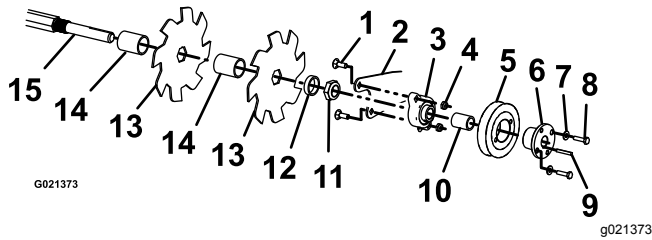

Figura 25
1. Alinee el protector de la correa, los tornillos y los pernos con arandela prensada con los taladros de la chapa lateral del bastidor y el soporte del muelle (Figura 25).
2. Monte el protector de la correa en la máquina con los 2 tornillos y los 2 pernos con arandela prensada (Figura 25).